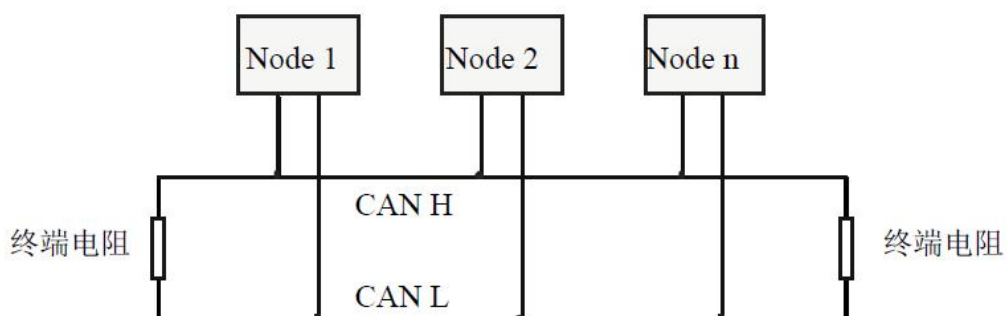

图 3.1 CAN (FD) -bus 网络的拓扑结构
CAN (FD) -bus 网络采用直线拓扑结构，总线最远的 2 个终端需要安装 120 Ω 的终端电阻；如果节点数目大于 2，中间节点不需要安装 120 Ω 的终端电阻。对于分支连接，其长度不应超过 3 米。CAN (FD) -bus 总线的连接见图 3.1 所示。